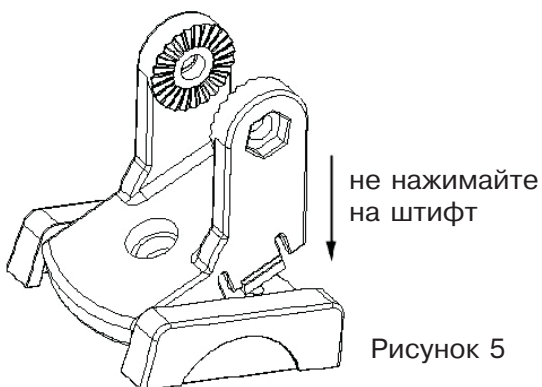

Рисунок 5
**Примечание:** не закрепляйте штифт на штифт-пластине (не нажимайте на штифт) (Рисунок 5)